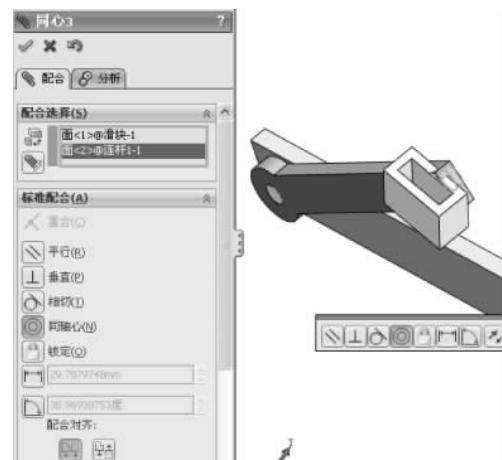

图 3-130 同轴心配合
(8) 单击【装配体】工具栏中的【配合】按钮 ，弹出【配合】的属性设置。选择【标准配合】选项组下的【同轴心】配合类型 ，选择如图 3-130 所示的面，其他保持默认，单击【确定】按钮 ，完成同轴心的配合。